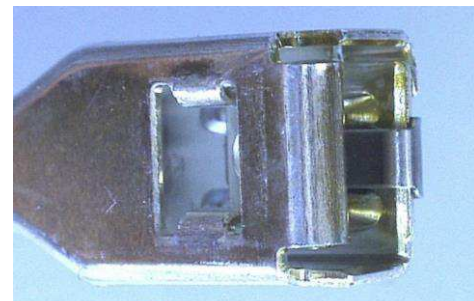

図.10 / Fig. 10
- (8) シーケンシャルクリップバネ部が、ビードの間にあることを確認して下さい。(図 10 参照)
(Refer to Fig.10)